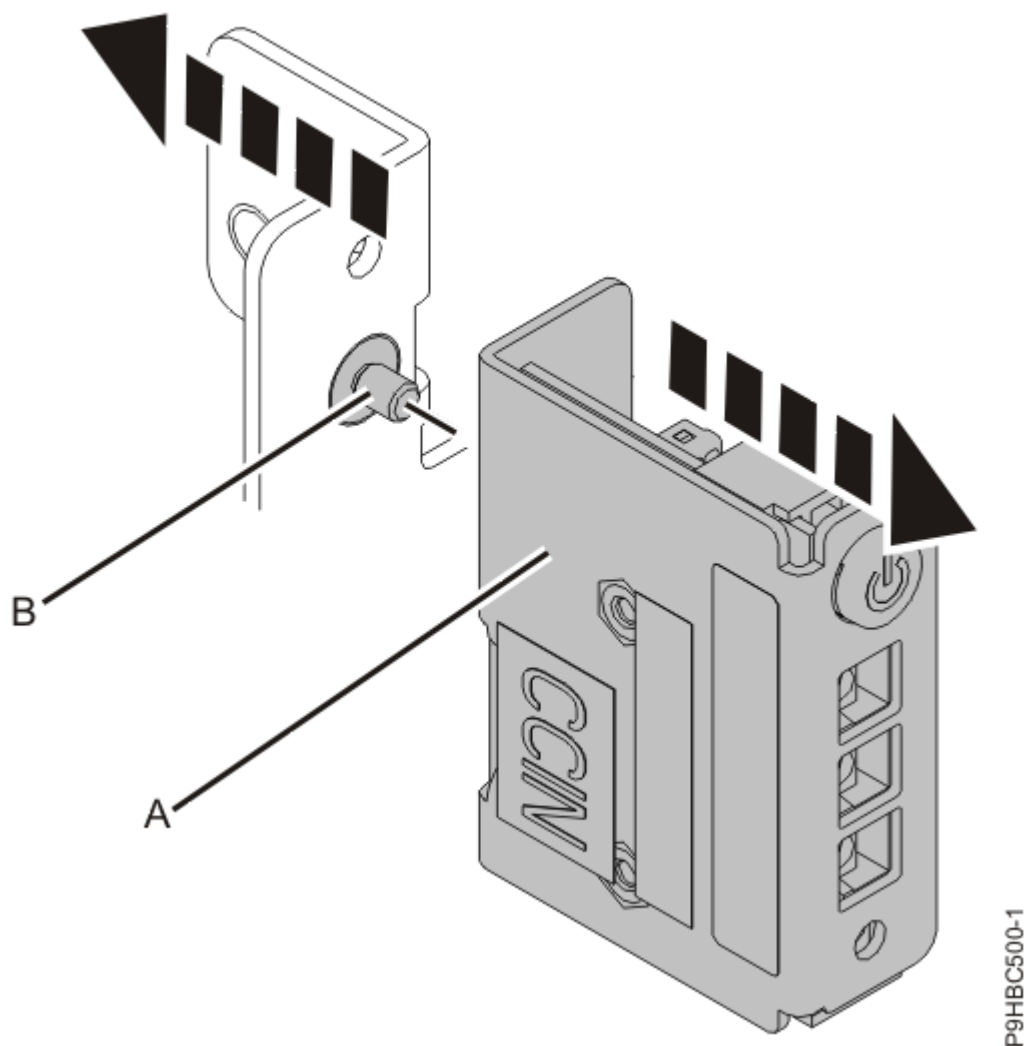

Figure 17. Retrait du panneau de commande de la patte de fixation pour un système monté en armoire
2. Pour un système monté en armoire, desserrez la vis **(B)** qui maintient le panneau de commande **(A)** à la patte de fixation, comme illustré à la Figure 17, à la page 19.